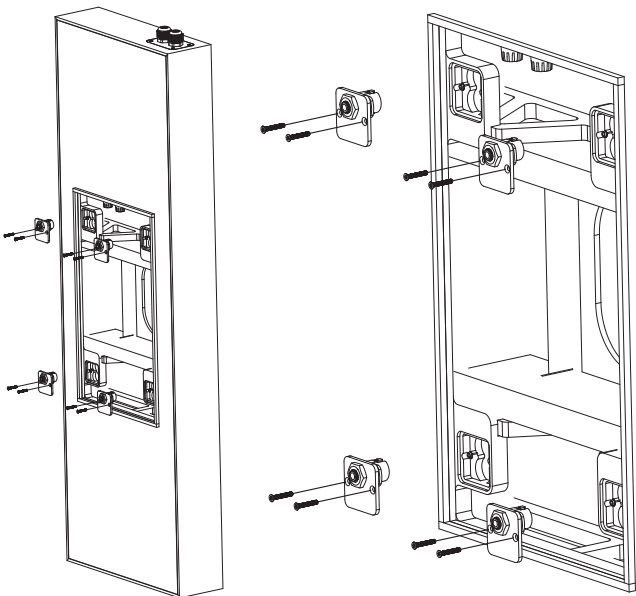

Fig. 2b Omorientera de fyra f stena om BACK CAN  r installerad med kabeling ngen upptill
6. Obs: Om du installerar den bakre burken med kabeling ngen upptill, m ste de fyra sm  f stena som accepterar h gtalarmonteringskruvarna roteras 180 grader. Lossa de 2 sm  skruvarna och orientera om varje liten konsol enligt bilden (Fig. 2b).